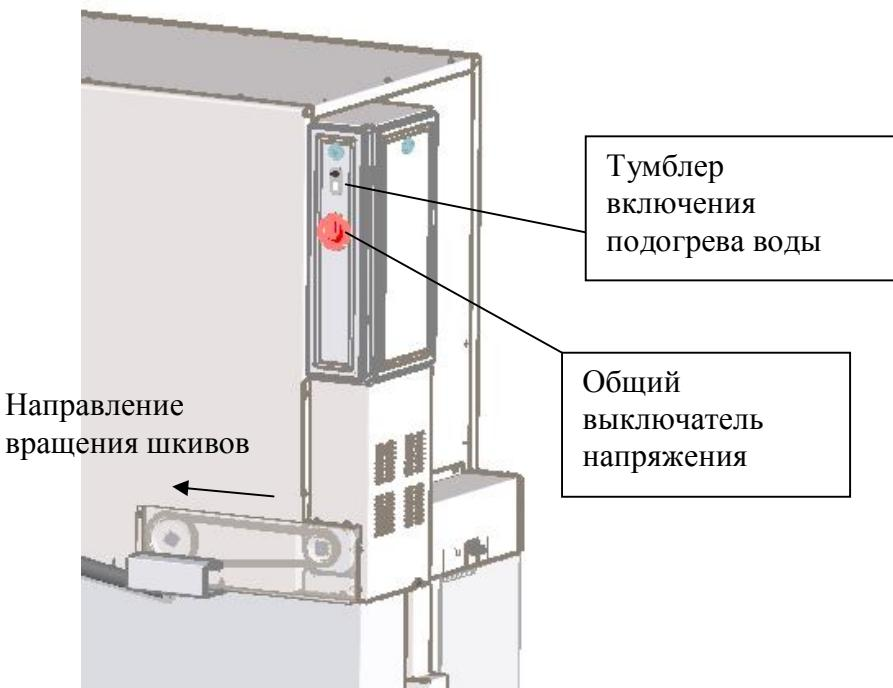

Рис. 6.
5.2. Изделие Торнадо комфорта-Н имеет возможность нагревать воду, для этого включить тумблер (рис. 6), расположенный на корпусе электротехнического шкафа и подогреть воду. При достижении температуры воды  $40^{\circ}\text{C}$  нагревательный элемент отключится, температурное реле будет поддерживать требуемую температуру воды.